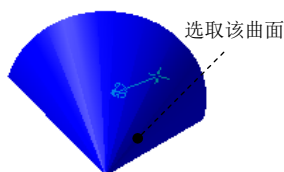
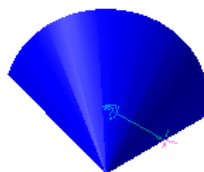

图 5.3.32 定义延伸曲面
图 5.3.33 定义延伸边线
(1) 选取图 5.3.30a 所示的曲面为延伸曲面, 此时在延伸曲面上出现“箭头”, 如图 5.3.32 所示。拖动鼠标将“箭头”移动到图 5.3.33 所示的位置, 再次单击鼠标, 完成一边的曲面延伸。